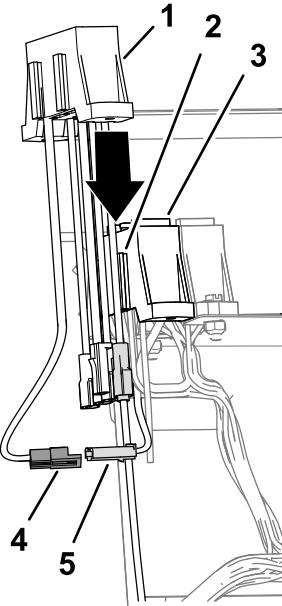

图 23
- 将机器保险丝盒的辅助馈线的 2 针接头连接至辅助保险丝盒馈线的 2 插槽接头 图 23。
- 将辅助保险丝盒上的插槽与机器保险丝盒的安装法兰对齐 图 23。